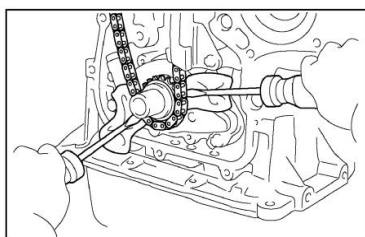

Рисунок II-125
3. Снимите звездочку коленчатого вала (см. Рисунок II-125).